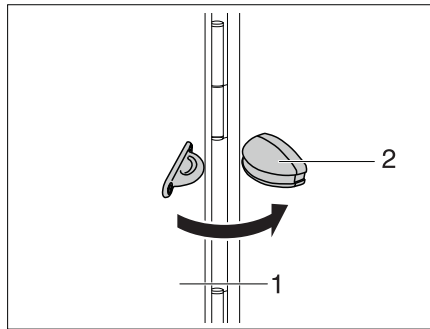

Bild 60 Feststeller Außenklappe
**Feststellen** ■ Die Außenklappe (Bild 60,1) öffnen und gegen die Wand des Fahrzeugs klappen.
- Die Außenklappe in den Feststeller (Bild 60,2) drücken.
**Schließen** ■ Die Außenklappe (Bild 60,1) mit einem kräftigen Zug aus dem Feststeller (Bild 60,2) ziehen.